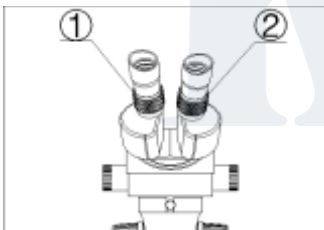

图3
(五) 通过右边的目镜观察,如果像不清晰,旋转右视度调节环②使标本清晰(如图3)。
(七) 旋转变焦手轮到最小倍率。通过左边的目镜观察,如果像不清晰,旋转左视度调节环①使像清晰(如图3)。